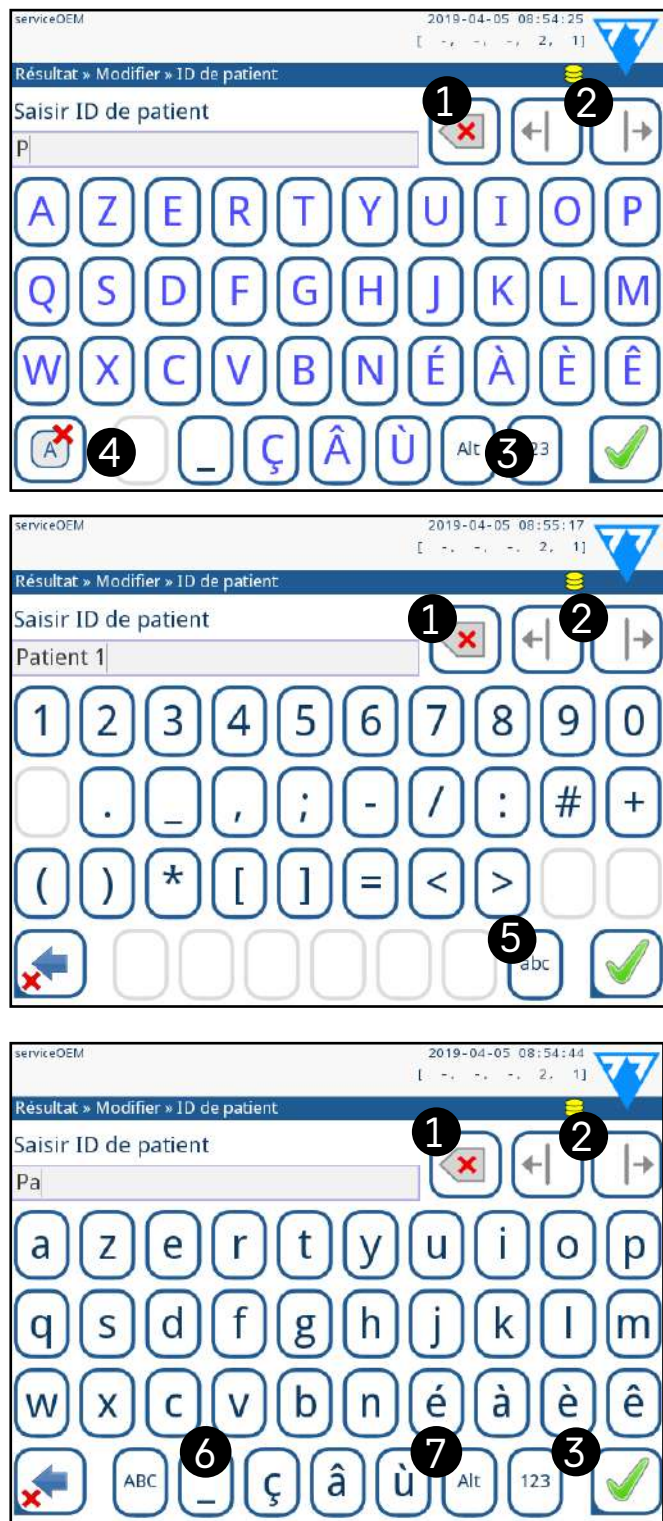

Figure 16:
Le clavier virtuel possède une disposition alphabétique. Vous pouvez saisir une lettre, un chiffre et un symbole à la fois. Les caractères que vous saisissez sont affichés dans la zone de saisie située au-dessus des touches de caractères (Figure 16). Appuyez sur la touche Retour arrière (1) pour supprimer le dernier caractère saisi. Utilisez les flèches du curseur (2) pour positionner le curseur, indiqué par une ligne verticale grise, sur un caractère spécifique de la chaîne que vous avez saisie. Utilisez les touches de commutation de mode d'entrée (3, 4, 5, et 6) pour passer du jeu de caractères affiché à un jeu de caractères numériques, en minuscules et en majuscules, respectivement. Un ensemble étendu de symboles de ponctuation est également disponible (7).